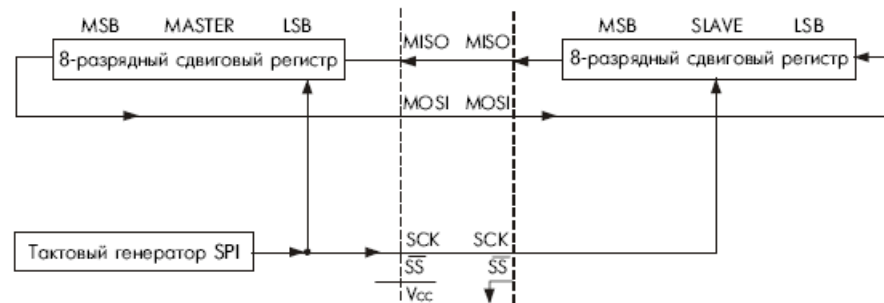

Рисунок 9 - Межсоединения ведущего и ведомого SPI
Межсоединение между ведущим и ведомым ЦПУ с SPI показано на рис. 9. Четырьмя выводами в интерфейсе являются Master-In/Slave-Out (MISO), Master-Out/Slave-In (MOSI), Shift Clock (SCK) и Slave Select (SS). Вывод SCK является выходом синхронизации в режиме ведущего устройства, работая в то же время в качестве входа синхронизации в подчиненном режиме. Разряд MSTR в SPCR определяет направления MISO и MOSI. При этом MOSI подсоединено к MOSI, а MISO к MISO. В режиме ведущего устройство SS/P1.4 игнорируется, и вывод может быть использован в качестве обычного универсального входа и выхода. В режиме ведомого устройства на SS должен быть установлен низкий уровень для того, чтобы выбирать каждое отдельное устройство в качестве ведомого. Если на SS установлен высокий уровень, то порт ведомого устройства SPI деактивируется, и вывод MOSI/P1.5 может использоваться как универсальный вход.